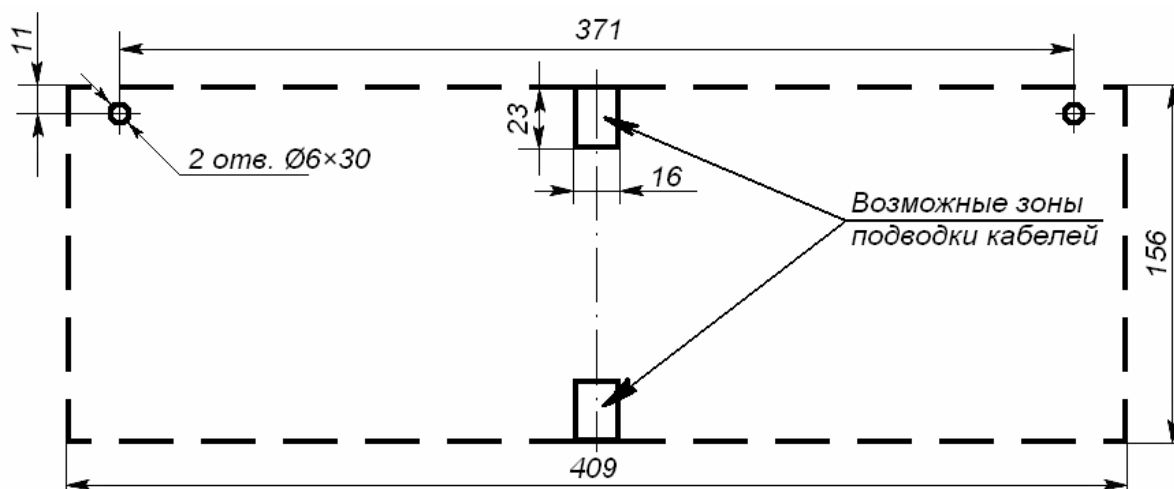

Рисунок 4 Схема разметки для установки TCB
- производить разметку установочных отверстий в соответствии с рис. 4;
8.4.2 Произведите разметку и разделку отверстий на установочной поверхности для крепления TCB и проводки всех кабелей (см. рис. 4). Установите в отверстия 6×30 пластиковые дюбели и вверните в них шурупы $4,2 \times 25$ так, чтобы головка шурупа отступала от стены на 5 мм.